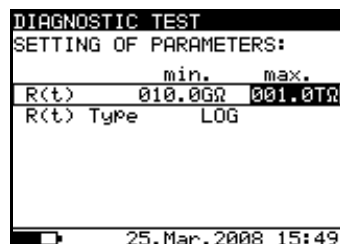

Abb. 20. Einstellmenü für das R(t)-Diagramm
- Drücken Sie die Taste **SELECT**, um die Parameter für **Graph R(t)** einzustellen, siehe **Abb. 20**. Drücken Sie die Taste **ESC**, um zum Grund-Einstellmenü der Funktion **Diagnostic Test** (Diagnoseprüfung) zurückzukehren.